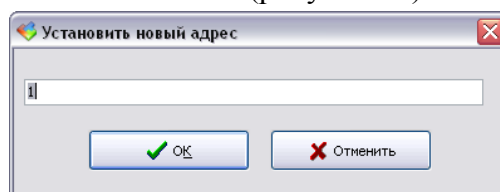

Рисунок 13 - Ввод адреса
2) Выделить в таблице найденных устройств (рисунок 12) строку с требуемым БТС-2 и выполнить команду «Адрес». Откроется окно, в котором ввести новый адрес и нажать кнопку «ОК» для записи нового адреса в память блока (рисунок 13).